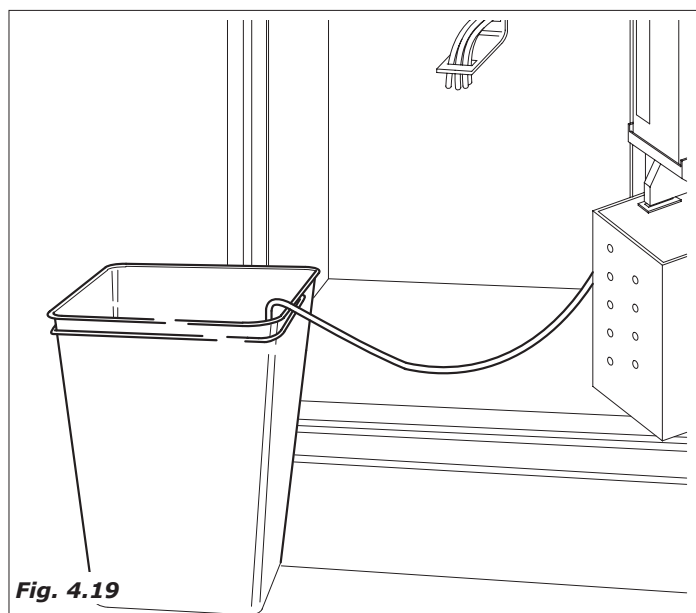

Fig. 4.19
- posizionare il tubo troppo pieno della vasca, nel secchio dei fondi liquidi (Fig.4.19).